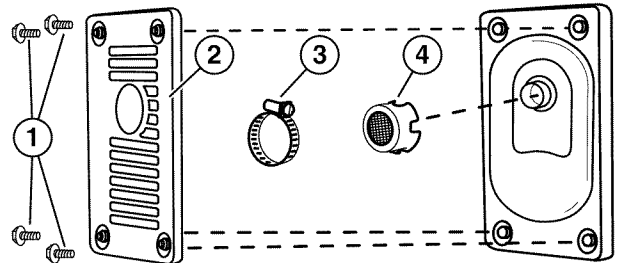

Figura 42 – Conjunto del amortiguador de chispas
4. Con un destornillador de punta plana, afloje la abrazadera de banda del amortiguador de chispas (vea la Figura 42).